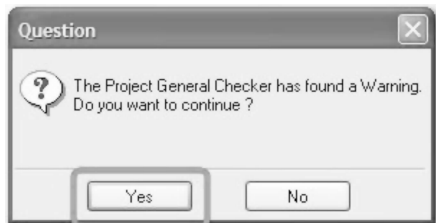

图 26-218 警告信息
5. 系统可能会告知: “常规检测器”中的警告。这是为了提醒, 注意可能存在需要更正的内容。目前, 请单击“是”(Yes), 如图 26-218 所示。